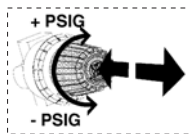
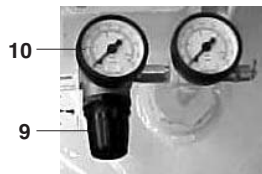

FIGURA 11
FIGURA 12
11. El registro regulador de presión **9** debe ser utilizado de la siguiente forma (Figura 11): Pujándose e girándose la manopla en el sentido horario, aumentase la presión de servicio. Para desminuir esta presión, se gira la manopla en el sentido antihorario. El manómetro **10** indicará la presión de servicio deseada (Figura 12).